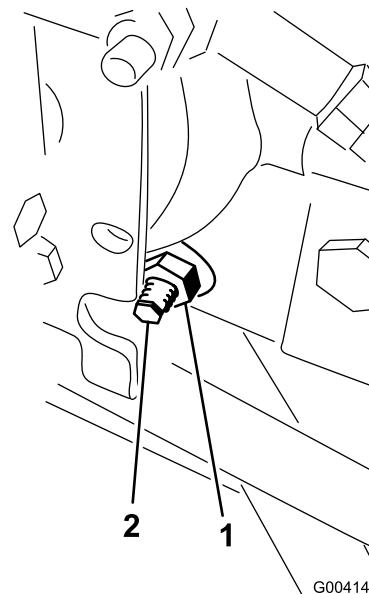

図 45
3. ハイドロスタットの右側にあるトラクション調整カムのロックナットをゆるめる図 45。